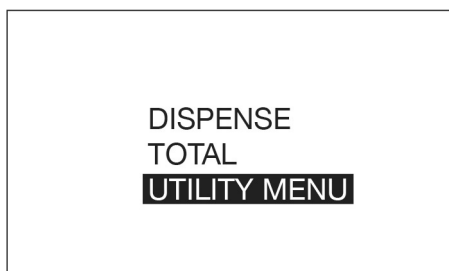

FIG. 23
3. Use el botón de flecha ARRIBA o ABAJO del teclado para resaltar el menú de utilidades (UTILITY MENU) (FIG. 23) y pulse el botón INTRO central en el teclado para seleccionar dicho menú.